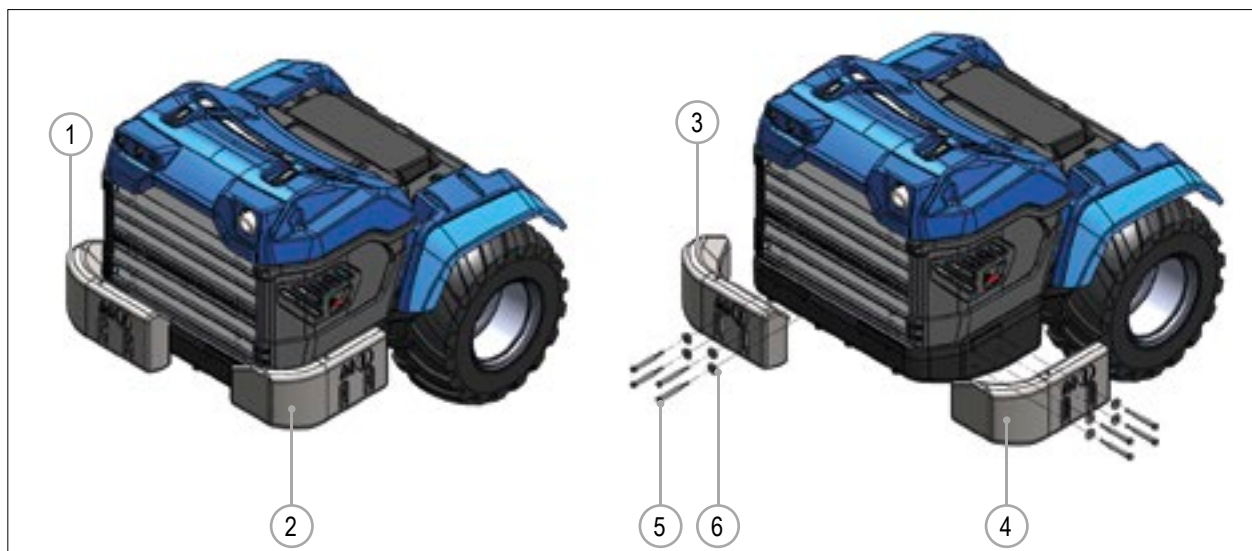

РИС. 65
Набор противовесов добавляет примерно 184 кг к задней части машины, увеличивая общую грузоподъемность машины. Противовесы могут устанавливаться на заднюю (РИС. 65 - Сс. 1) или боковую часть (РИС. 65 - Сс. 2) бампера. Для установки задних противовесов:
- 2) Используя подъемное устройство, установите один из противовесов (РИС. 65 – Сс. 1) на заднем бампере машины.
- 3) Прикрепите противовес к бамперу с помощью болтов и шайб (РИС. 65 – Сс. 3 и Сс. 4).
- 4) Повторите для второй части комплекта противовесов (РИС. 65 – Сс. 2).